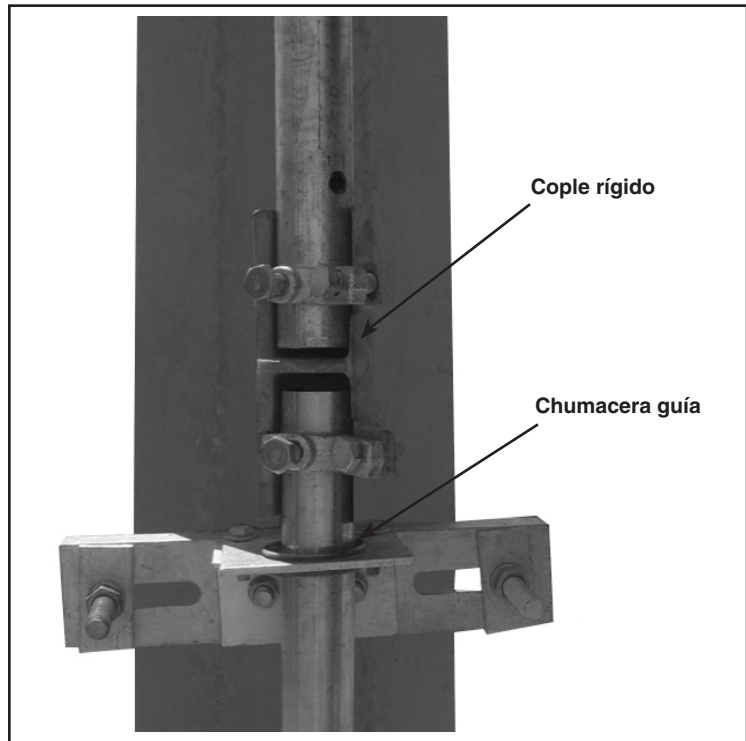

Figura 19. Instalación de chumacera guía para sección adicional de tubo.
Instale un ensamble de chumacera guía con cada sección de tubo de operación vertical adicional, posicionándolo según la dimensión que se muestra en el plano de montaje (PM). Vea la Figura 19. Utilice acoplamientos rígidos para unir dichas secciones adicionales de tubo. Asegúrese de que las puntas cortantes de los tornillos perforantes de sujeción no atraviesen el cuerpo de la abrazadera del acoplamiento de tubo.